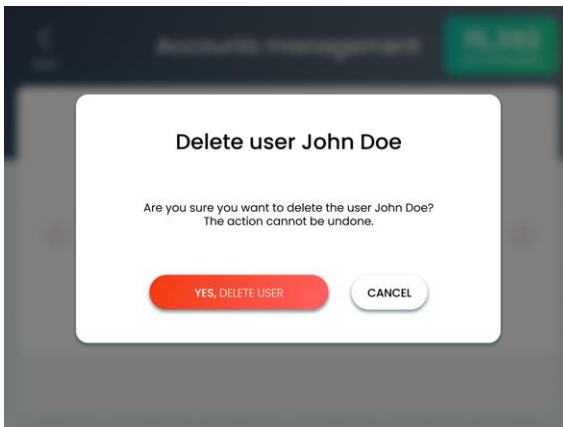

Figura 6-13. Pantalla de eliminación de usuario
3. Pulse el botón **Delete** (Eliminar); aparecerá la pantalla Delete User (Eliminar usuario), como se muestra en la Figura 6-13.